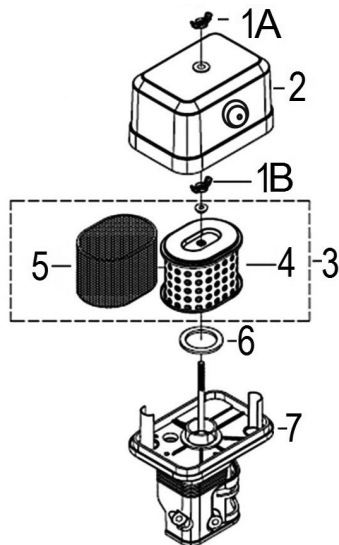

Рис. 21 Обслуживание воздушного фильтра
- Открутите барашковую гайку 1А и снимите крышку 2 воздушного фильтра (Рис. 21).
- Открутите барашковую гайку 1В и снимите воздушный фильтр 3 в сборе (Рис. 21).
- Проверьте целостность и чистоту фильтрующих элементов. Поролоновый (предварительный) фильтрующий элемент 5 установлен на корпусе бумажного фильтрующего элемента 4 (Рис. 21).
5. Произведите очистку основания 7 и крышки 2 воздушного фильтра, не допуская попадания пыли и грязи в воздухопровод, ведущий к карбюратору (Рис. 21).
7. Перед установкой воздушного фильтра убедитесь, что уплотнительное кольцо 6 воздушного фильтра находится на месте и не имеет повреждений (Рис. 21).